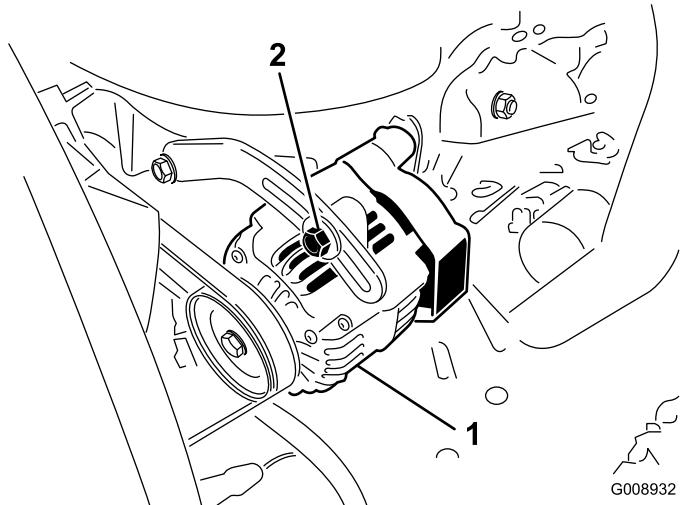

Figure 63
2. Si vous n'obtenez pas une flèche de 10 mm (3/8 po), desserrez les boulons de fixation de l'alternateur (Figure 63).